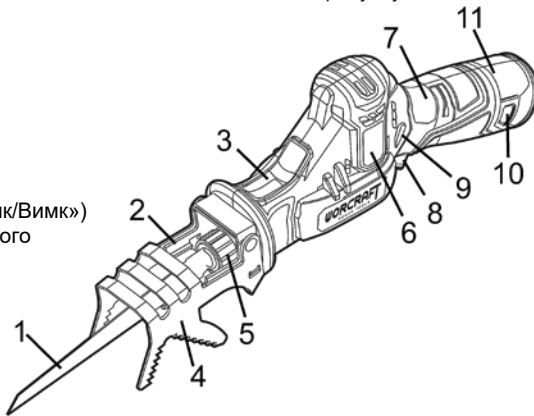

Рисунок 1
Полотно кріпиться у швидкозатискному замку, який самостійно фіксується. Для встановлення полотна необхідно повернути замок (5, рисунок 1) до упору, вставити хвостовик полотна в гніздо букси до упору й відпустити замок, перевірити зачеплення цапфи фіксування пиляльного полотна з напрямним отвором пиляльного полотна. Впевніться в надійності фіксації пиляльного полотна.
- Пуск: після під'єднання акумуляторної батареї (продається окремо!), спочатку натисніть на кнопку блокування вимикача від ненавмисного ввімкнення (9, рисунок 1), а потім натисніть на пускову клавішу (8, рисунок 1) до положення, яке відповідає необхідній частоті ходів штока.
- Зупинка: відпустіть пускову клавішу (8, рисунок 1).
4.3 Регулювання частоти ходів штока дозволяє поліпшити якість виконуваної роботи, не допускаючи пошкодження оброблюваного матеріалу. Частоту ходів штока регулюйте ступенем натискання на пускову клавішу (8, рисунок 1). Максимальна частота ходів штока відповідає повному натисканню пускової клавіші до упору. Частота ходів штока повинна бути підібрана залежно від виду матеріалу, що обробляється, і пиляльного полотна, яке використовується для роботи.
Обіпріть передній край опорної платформи (2, рисунок 1) на оброблювану заготовку (або гілку) та встановіть різальну кромку пиляльного полотна навпроти лінії різі. Перевірте, щоб на лінії різі не було сторонніх предметів. Увімкніть виріб на обраний швидкості руху пиляльного полотна і введіть його лезо в оброблюваний матеріал. Виконуйте рухи рукою вперед-назад в площині пиляльного полотна, залишаючи полотно притиснутим до матеріалу, який розпилюється (дивіться рисунок 2). Докладайте мінімальне зусилля, якого достатньо для рівномірного розпилювання та стабільного положення виробу.
При криволінійному розпилюванні контролюйте напрямок пиляльного полотна за допомогою основної рукоятки виробу (7, рисунок 1).
Встановіть універсальний зубчастий упор (4, рисунок 1), як це показано на рисунку 3. Для фіксації необхідно натиснути на клавішу фіксатора зубчастого упору (3, рисунок 1), ввести хвостовик упору до відповідного пазу в корпусі та відпустити клавішу.